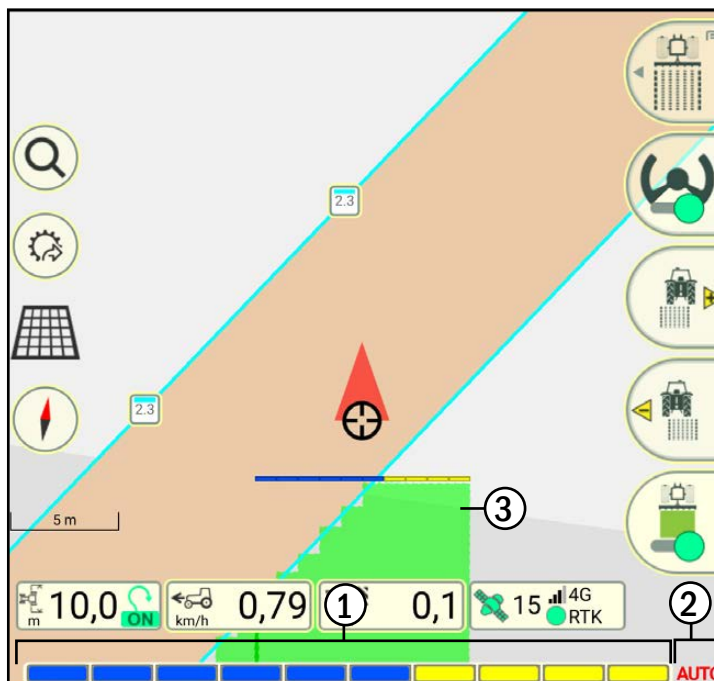

Abb. 66: Section Control
In der Sektionsanzeige von SMART GUIDE werden der Sektionsstatus (1) sowie der Section Control-Modus (2) angezeigt (siehe Abb. 66).
Im Feld wird die durch die aktiven Sektionen bearbeitete Fläche farblich markiert (siehe Abb. 66 – 3).